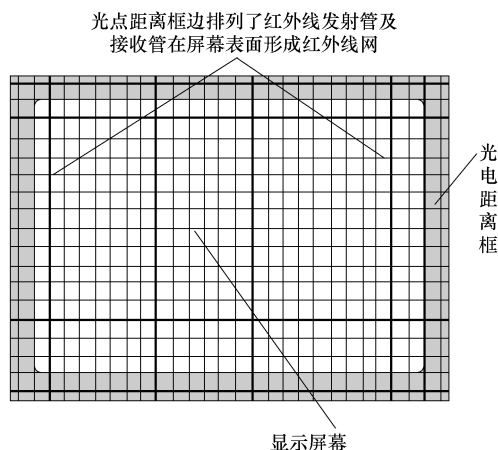

图 4-44 红外线式触摸屏的结构原理图
3) 红外线式触摸屏。如图 4-44 所示，为红外线式触摸屏的结构原理图。